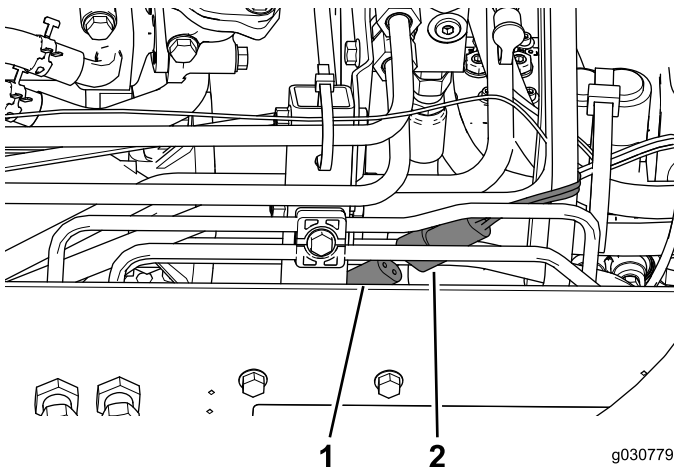

Bild 48
2. Schließen Sie den Stromanschluss der Kabine am Anschluss an der rechten Seite der Maschine an (Bild 48).